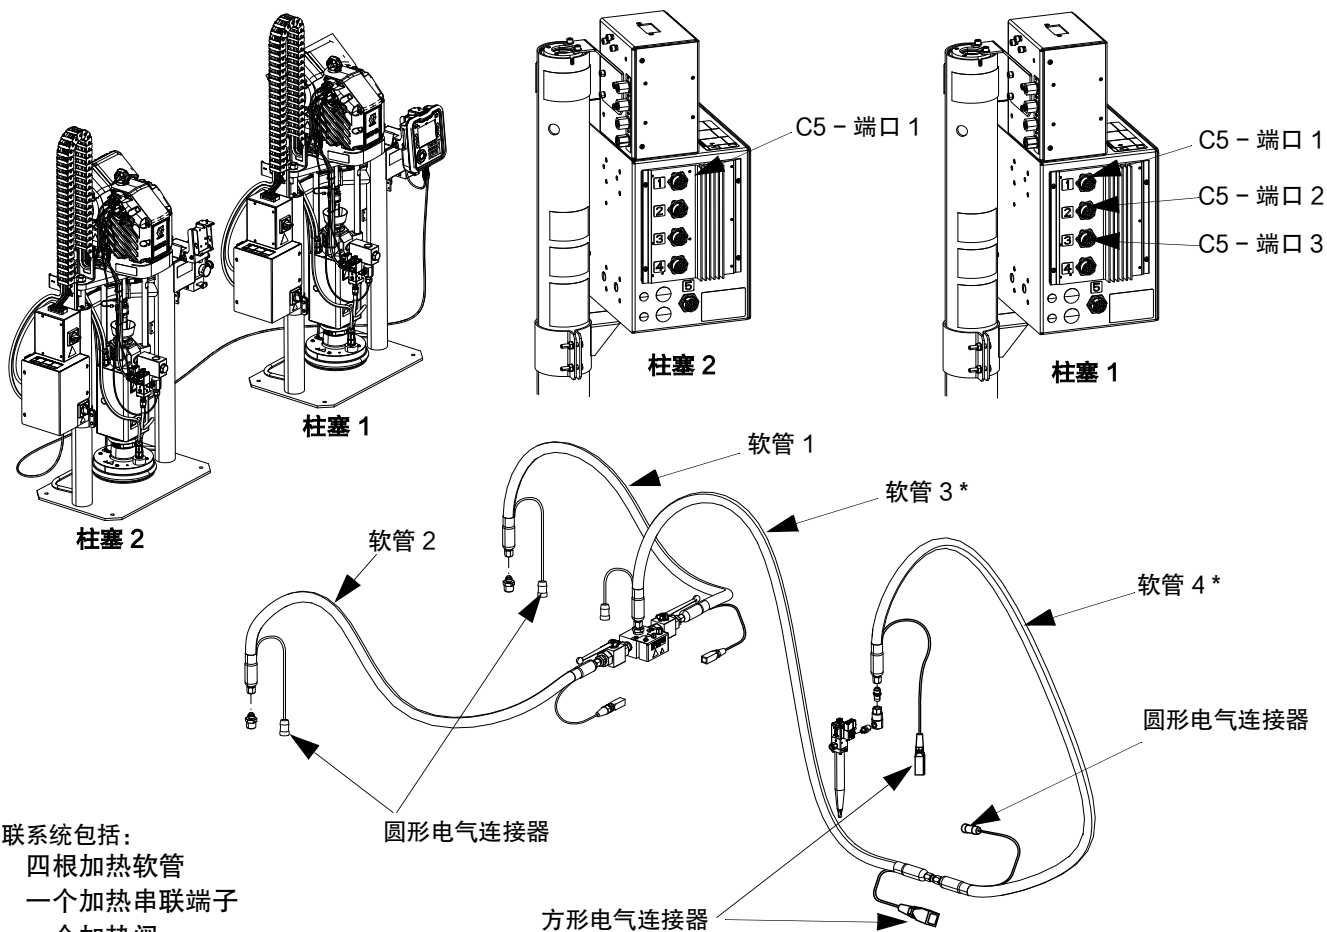

图 33
- 加热阀 - 从软管 4 到 iQ 分注阀 (B) 的方形电气接头。
- 加热串联端子 - 从软管 1 或软管 2 到加热串联端子 (R) 的方形电气接头。 参见图 33。